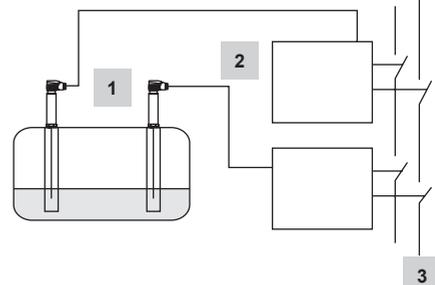

Fig. 10
- Fig. 10** Combinação consistindo de 2 sondas de nível LP40 e 2 chaves de nível LCS3050 como limitadora de nível de água. A chave de nível abre dois circuitos de segurança separados. Segurança funcional IEC 61508, SIL 3. Aplicações adicionais de acordo com conjuntos de regulações nacionais